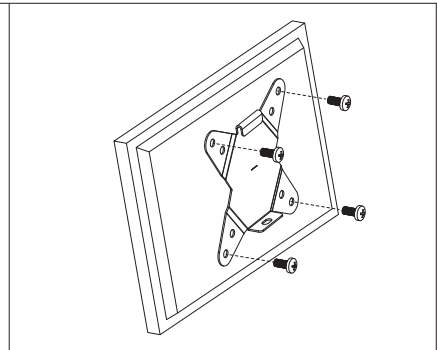

Рис. 8
Приложите крепежную пластину к задней части дисплея и прикрепите ее с помощью винтов M4x12 (D), идущих в комплекте (см. рис. 8).